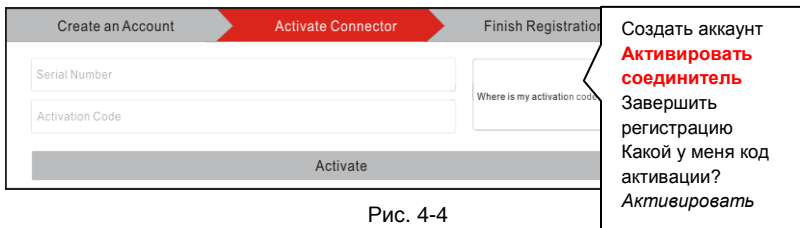

Рис. 4-4
- B. Активация соединителя VCI: на рис. 4-4 введите серийный номер устройства и код активации, который указан в конверте с паролем.